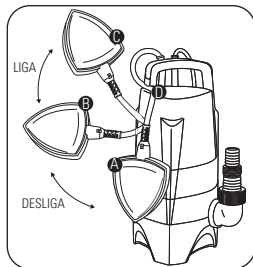

FIGURA 7.1
- A bóia tem a funcionalidade de acionamento da motobomba. Portanto, deve ser observado se o local onde a motobomba será posicionada tem espaço livre suficiente para a bóia se direcionar para cima, conforme Figura 7.1 (posições B e C).
- Quando a bóia se posicionar na vertical apontando para baixo automaticamente desligará a motobomba (Figura 7.1 - posição A).
- Caso queira que a motobomba fique sempre ligada, basta prender a bóia no encaixe (Figura 7.1 - posição D). Dessa forma, a motobomba somente desligará quando você remover e posicionar a bóia para baixo.